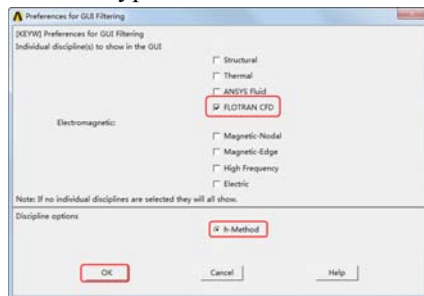

图 5-6 “Preferences for GUI Filtering”对话框
③设置参数选择：依次选择 Main Menu→Preferences，会出现“Preferences for GUI Filtering”对话框，选择“FLOTRAN CFD”，如图 5-6 所示，单击“OK”按钮关闭该对话框。